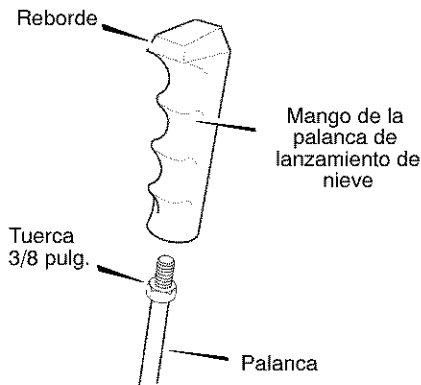

Figura 52
1. Monte el mango de la palanca de lanzamiento de nieve en la palanca hasta que quede apretado contra la tuerca (vea la Figura 52).